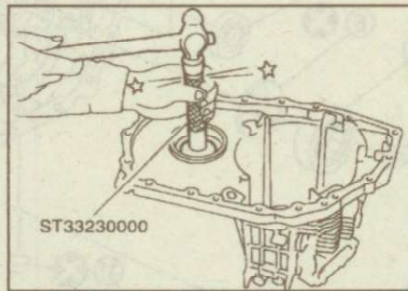

Рис. 9.42. Снятие сальника дифференциала с картера коробки передач
13. Снимите сальник дифференциала с картера коробки передач (рис. 9.42).